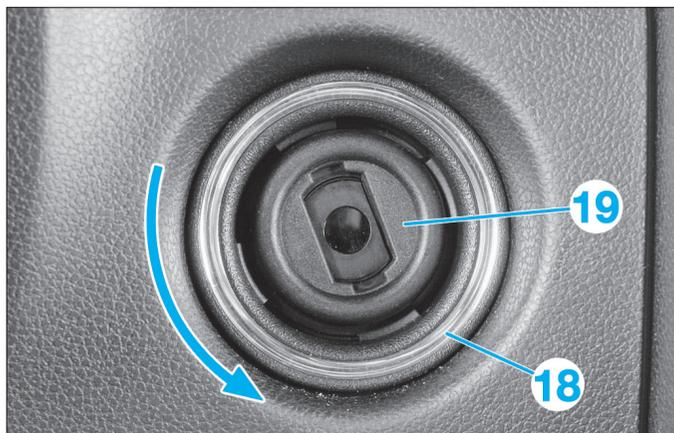

FIG. 29
- Dévisser la bague (18) et repousser le contacteur d'allumage (19) vers l'avant (Fig.29).